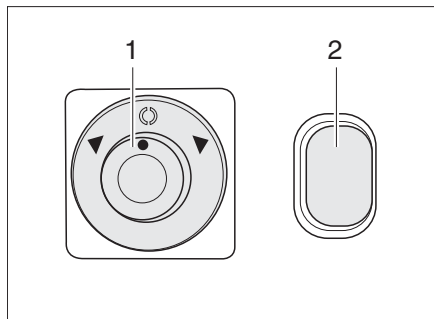

Fig. 24 Commutateur pour rétroviseurs extérieurs à réglage électrique et leur chauffage
- Sélectionner le rétroviseur qui doit être réglé. Pour ce faire, tourner l'interrupteur tournant (Fig. 24,1) vers la gauche ou la droite.
- Régler le rétroviseur en appuyant sur l'interrupteur (Fig. 24,1) dans la direction correspondante.
- Appuyer sur l'interrupteur (Fig. 24,2). Le voyant de contrôle dans l'interrupteur s'allume en orange et indique le fonctionnement.